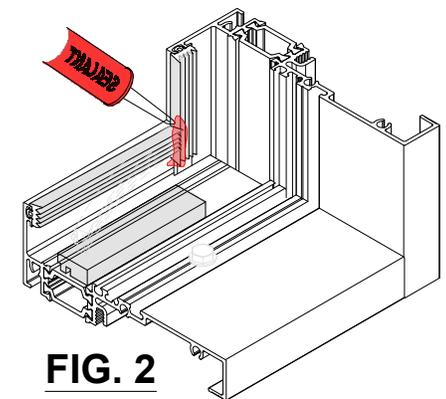

FIG. 2
- a. Placer une cale d'assise dans chaque coin, à une distance minimum de 6 po [150 mm] du coin ou à 1/8 points selon la distance la plus élevée des deux. NE PAS BLOQUER LES TROUS D'ÉGOUTTEMENT. **Voir FIG 2.**